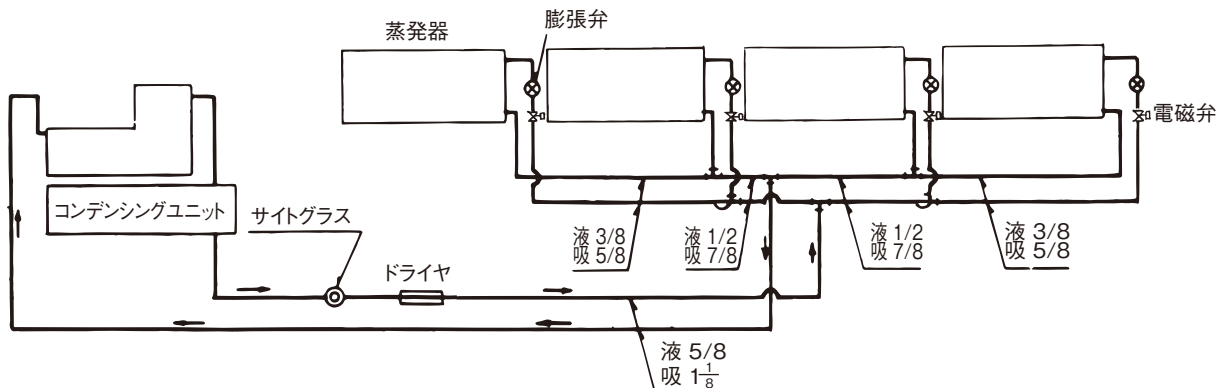

図15
(1) 一台のコンデensingユニットに複数台の蒸発器が取付けられる場合には、各蒸発器に均一に冷媒が供給かつ取り出されるように各冷媒配管回路の圧力損失を均等にする必要がある。図 15 に配管方法の一例を示す。